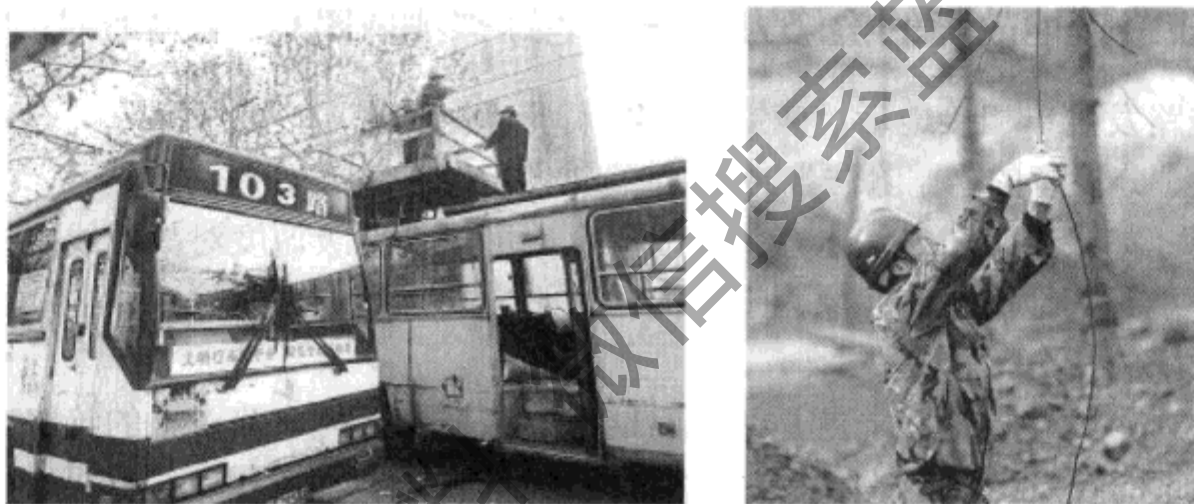

图 1-29 外力破坏造成导线断开
③ 外力破坏造成导线断开落地。如在线路附近伐树时树倒在线路上，线跨越道路时被行驶的汽车碰断等，如图 1-29 所示。